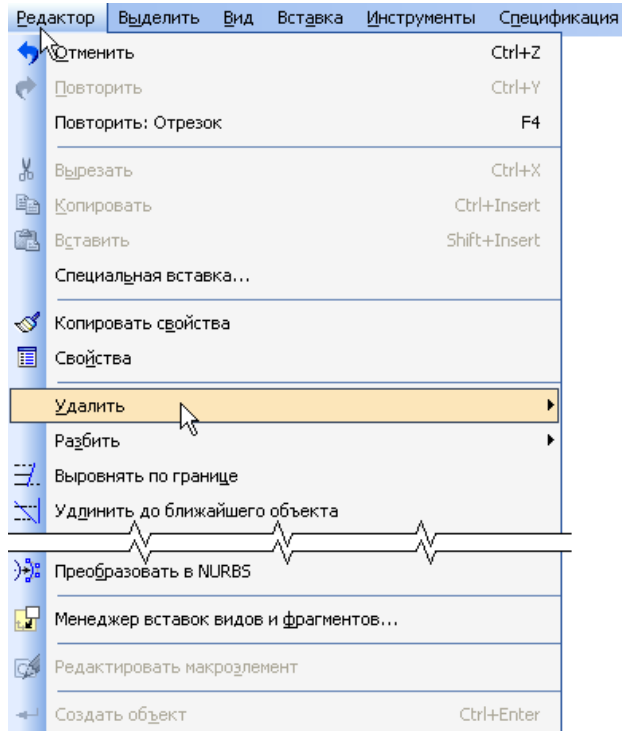

Рисунок 18.
- Откройте меню Редактор (рис. 18).